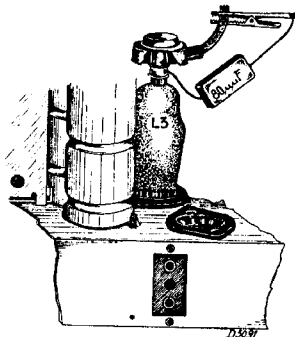

Fig. 3
12. 2e M.F.-kring verstemmen door een condensator van $80 \mu\text{F}$ parallel te schakelen aan S26 (fig. 3).